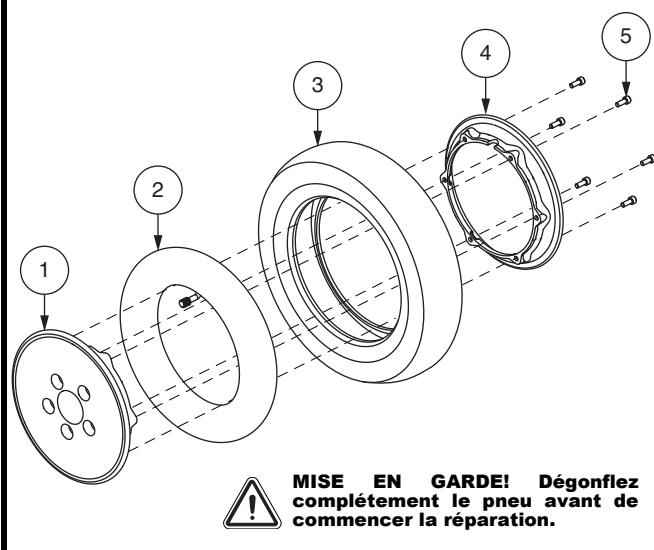

Figure 23. Roue pneumatique motrice démontée/montée
6. Retirez les écrous et rondelles afin de séparer les moitiés de jante. **Voir la figure 23.**